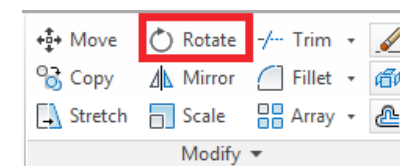

Рис. 30 Функция Rotate (Поворот)
- Функция **Rotate (Поворот)** позволяет поворачивать объекты. Для поворота необходимо выделить объект, и нажать кнопку **Rotate (Поворот)** (Рис. 30).